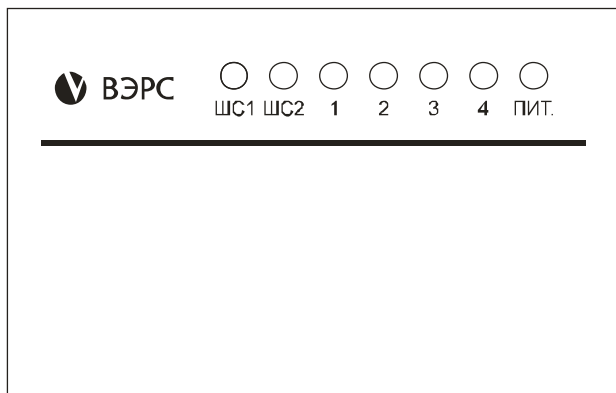

Рис. 1. Внешний вид «ВЭРС-РНП-01».
- товарный знак предприятия-изготовителя (Рисунок 1П);